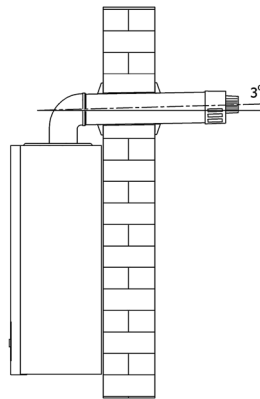

Figura 30: Inclínación de la chimenea de condensación de la caldera
- Durante la instalación de la tubería horizontal, la pendiente de la tubería debe mantenerse entre el 1,5 - 3 grados, con inclinación hacia la caldera (según figura 30). Se deben colocar bridas de agarre cada 3 metros.